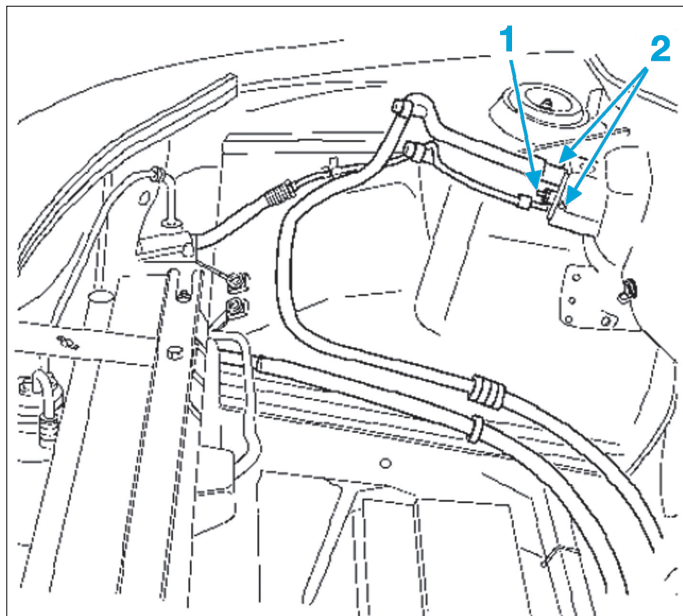

Fig. 8
- l'écrou (1) de maintien des tuyauteries de liaison (Fig.8),
- les deux vis (2) de maintien du détendeur sur l'évaporateur.